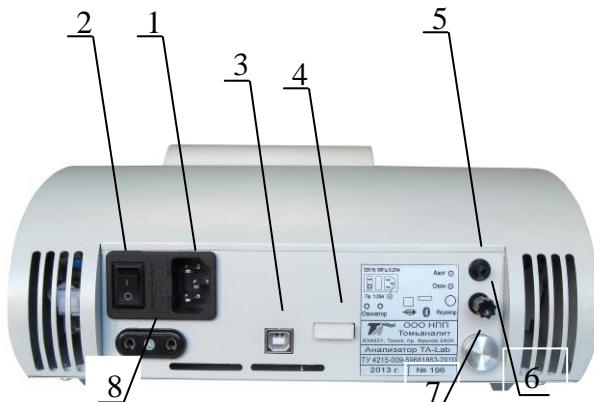

Рисунок 2 - Анализатор TA-Lab (вид сзади)
На задней панели анализатора (рисунок 2) расположены разъем 1 для подключения сетевого шнура питания, сетевой выключатель 2, разъем 3 для подключения компьютера через USB-порт, модуль Bluetooth 4, штуцер подачи азота 5, штуцер подачи озона 6 с защитным колпачком, ручка регулятора подачи газа 7, разъем 8 для подключения питания озонатора. Пломба от несанкционированного доступа расположена на стыке задней панели и днища анализатора.
2.2.1.1 Сетевой выключатель 1 расположен на задней панели анализатора (рисунок 2). При включении анализатора загорается подсветка ячеек и поднимается кронштейн для установки электродов.
2.2.1.3 Подача газа в ячейки регулируется при помощи регулятора подачи газа 4, расположенного на задней панели анализатора (рисунок 2).
2.2.2.1 При первом включении анализатора сетевой шнур питания подключить к анализатору путем ввода сетевой кабельной розетки сетевого шнура питания в приборную вилку 2 (рисунок 2).
2.2.2.4 Для подключения компьютера кабель соединительный подключить к анализатору через разъем 3 (рисунок 2) и к ПК через USB-порт.
2.3.7 При использовании методик, требующих применения озона, необходимо снять колпачок со штуцера «Озон» 5 (рисунок 2), расположенного на задней панели анализатора, и надеть на него трубку озонатора. Сетевую вилку озонатора воткнуть в разъем для подключения питания озонатора 7 (рисунок 2), расположенный на задней панели анализатора.
2.3.8 При использовании методик, требующих применения инертного газа, необходимо подключить к штуцеру «Газ» 6 (рисунок 2), расположенному на задней панели анализатора, источник инертного газа с избыточным давлением (10...20) кПа. С помощью регулятора 4 (рисунок 2) в начале процесса измерений необходимо установить расход газа, не допускающий выплескивание раствора из ячеек.